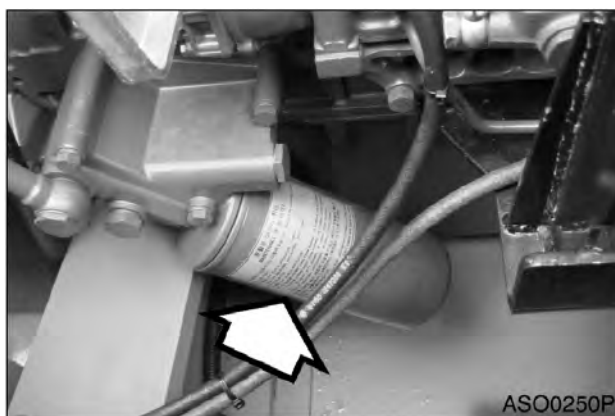

Рис. 48
2. Заменить фильтр моторного масла при помощи ключа для фильтра. Фильтр моторного масла представляет собой навинчиваемый фильтр. См. рис. 48. Снять и выбросить фильтр.